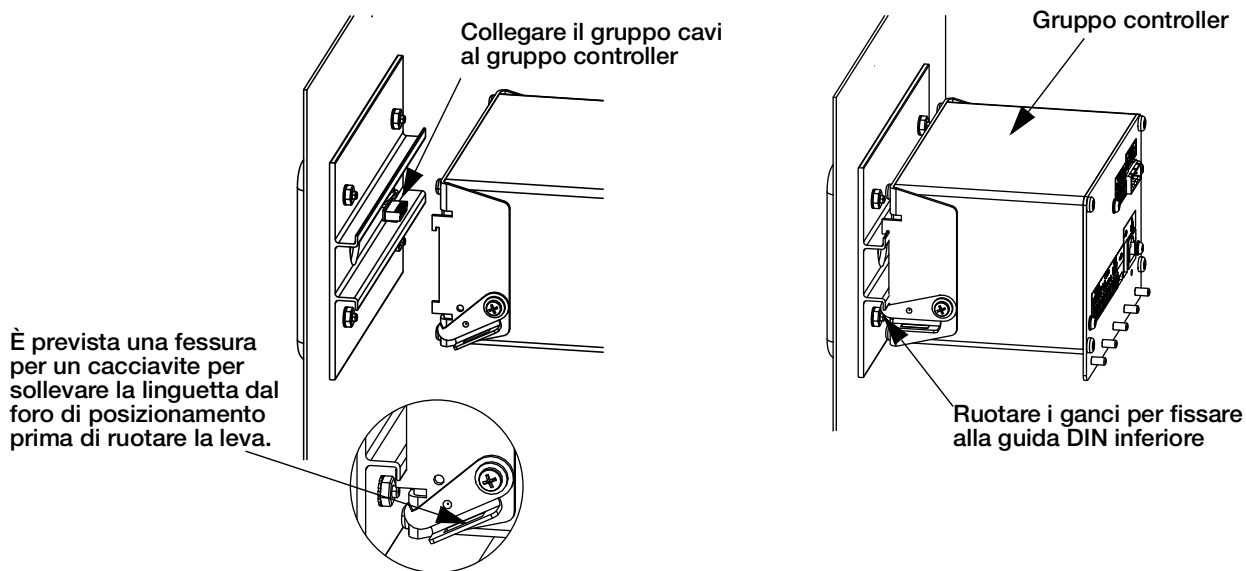

Figura 6. Installazione del gruppo controller
8. Posizionare il gruppo controller sulla guida DIN come illustrato nella Figura 6.